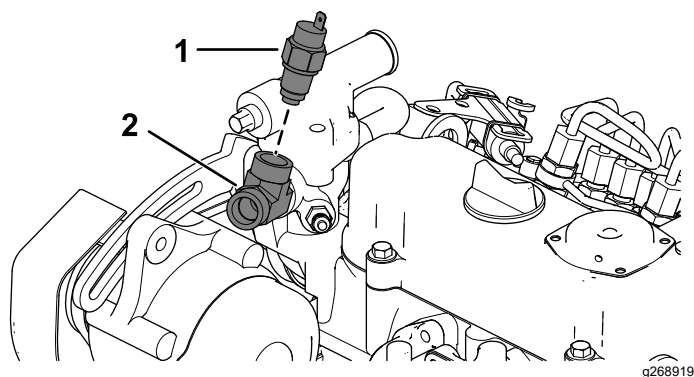

Рисунок 15
- B. Установите тройник (Рисунок 15).
C. Установите реле температуры (Рисунок 15).